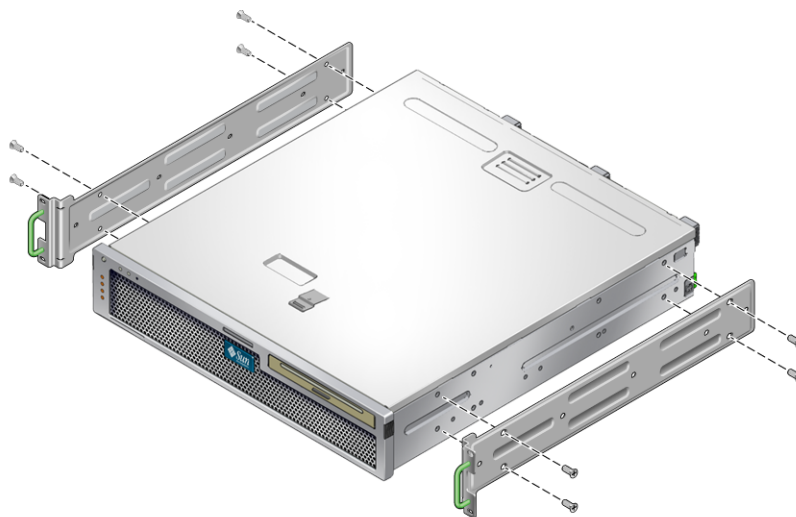

図 3-2 サーバーへのハードマウント固定部品の固定
2. 付属の M5×8 mm プラス皿頭ねじを 4 本ずつ使用して、各ハードマウント固定部品をサーバーの側面に固定します (図 3-2)。